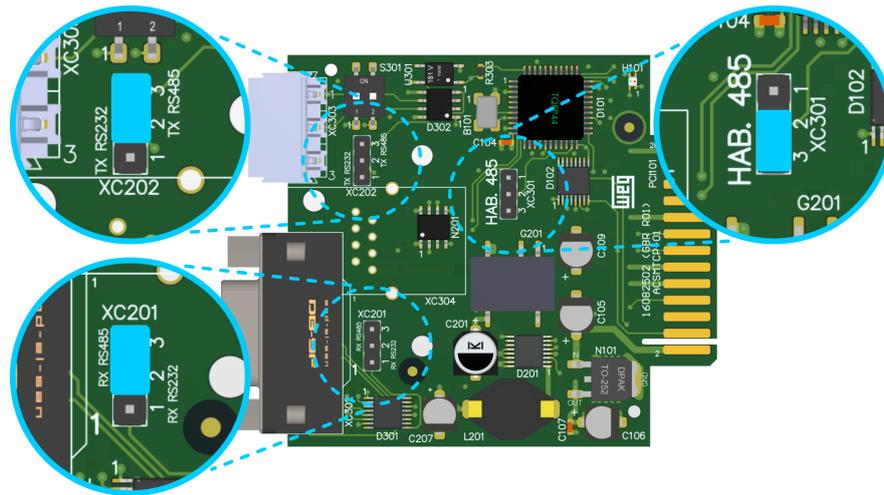

Figura 5.3: Jumpers para configuração do RS485.
- Para a interface RS485 os *jumpers* devem ser conectados nos pinos 2 e 3 dos terminais XC201, XC202 e XC301, conforme Figura 5.3. Estando, portanto, a comunicação disponível no conector RS485.